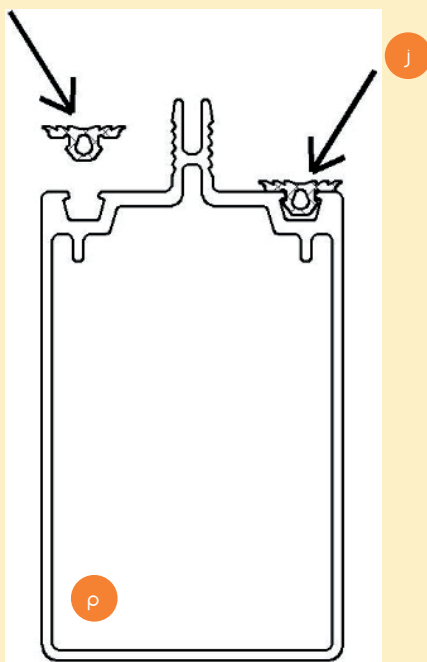

Abb. 1
- 1.3 Drücken Sie die mitgelieferte Dichtung (j) bei allen Trägern (p) auf beiden Seiten ein. Abb.: 1